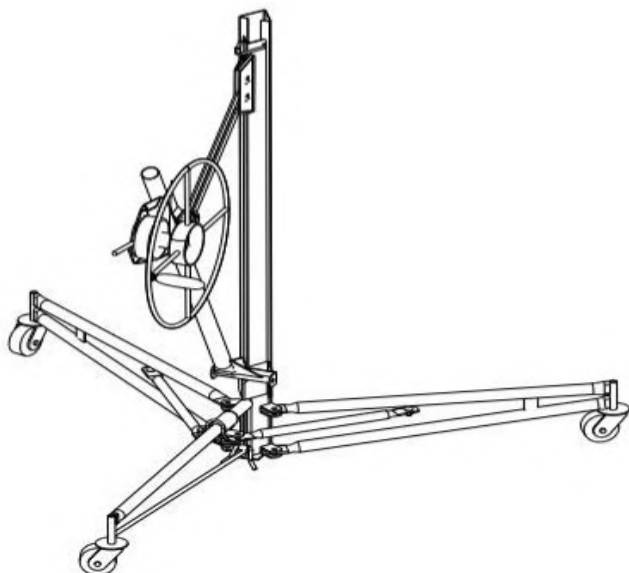

Bild 22
- När hjulet har fästs på huvudenheten ska det se ut som i fig. 22.